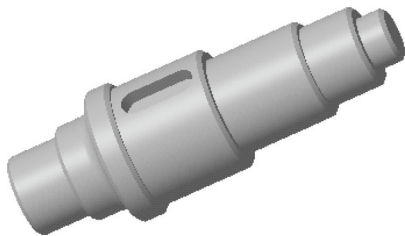

图 12-53 打开模型文件
STEP 01 单击快速访问工具栏中的“打开”按钮，打开模型文件，如图 12-53 所示。